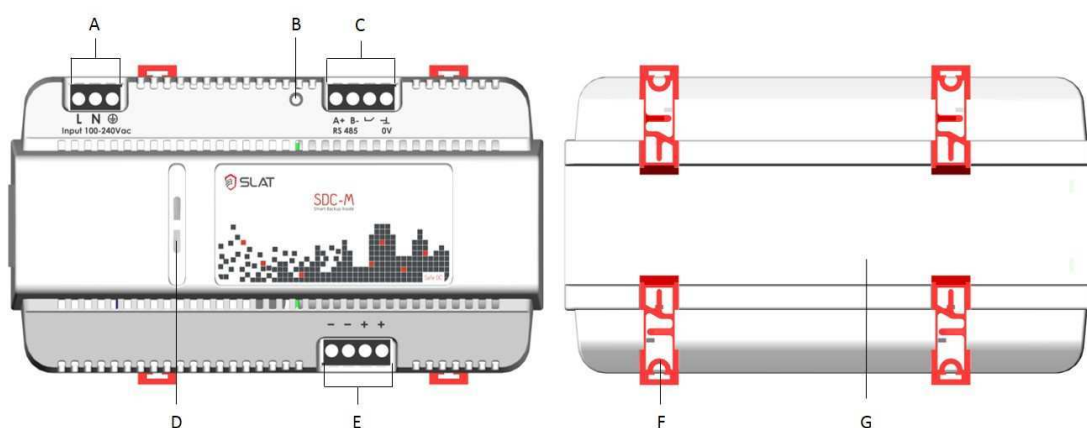

Figure 4.2: Vue du produit
- En cas de stockage prolongé ou déconnexion, appuyer sur le bouton arrêt fonction secours. (voir sur Figure 4.2 dans chapitre 4.4 : Bouton poussoir déconnexion backup)